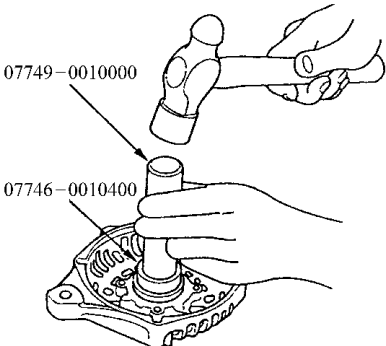

图 9-54 安装轴承
14) 如图 9-54 所示，用锤子和专用工具，将一只新的前轴承装入驱动端壳体内部。